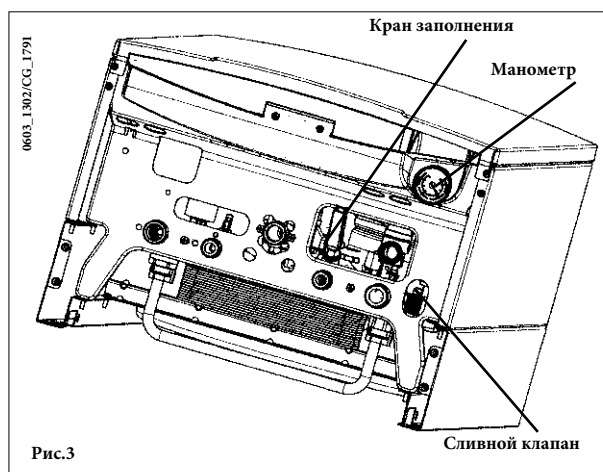

Рис.3
**ВАЖНО!** Регулярно проверяйте по манометру (рис.3), чтобы давление находилось в пределах от 0,7 до 1,5 бар при холодной системе отопления. При превышении давления откройте сливной клапан. Если давление ниже нормы откройте кран заполнения (рис.3).